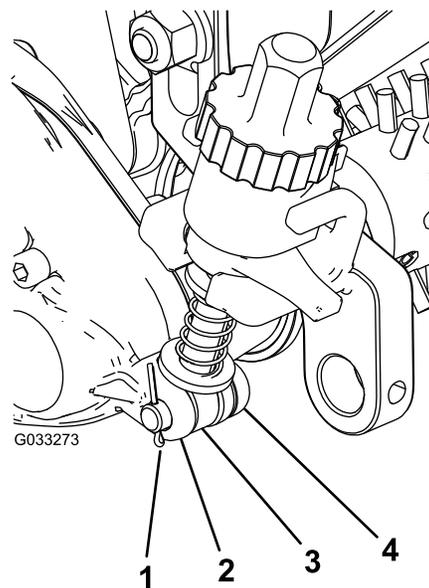

Figura 19
- Deslize a barra do braço de ajuste para perto da caixa de transmissão do rastelo para o espaço na caixa de transmissão e fixe-a com um pino de ajuste e um contrapino (Figura 19).